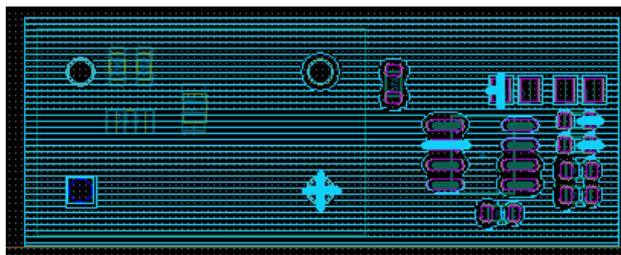

图 9-6 铺好后的铜皮
(1) 选择 Shape|Rectangular 命令。
(2) 在 Active Class and Subclass 下拉列表框中分别选择 Etch 和 Top 选项，表示所铺铜皮在 Top 层。在 Type 下拉列表框中选择 Dynamic copper 选项，表示铺一块动态铜。在 Assign net name 下拉列表框中选择 GND 选项，指定铜皮网络为 GND。如果没有 GND 网络，则选择 Logic|Identify DC 命令，把 GND 网络指定为 0 V 电压，则其出现在下拉列表框中。
(3) 在晶振所在区域单击选择矩形起始点，拖动绘制一个矩形 Shape。
(4) 单击完成绘制，铜皮会自动填充并自动挖空。
(5) 右击 Allegro 工作区，选择快捷菜单中的 Done 选项，铺好后的铜皮如图 9-6 所示。